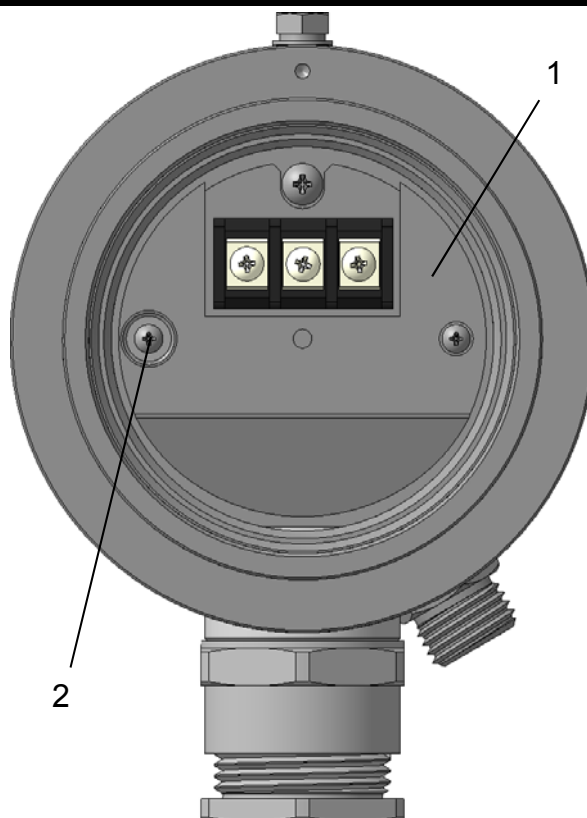

Рисунок 6.2
- 3) снять панель 1 (см. рисунок 6.2);